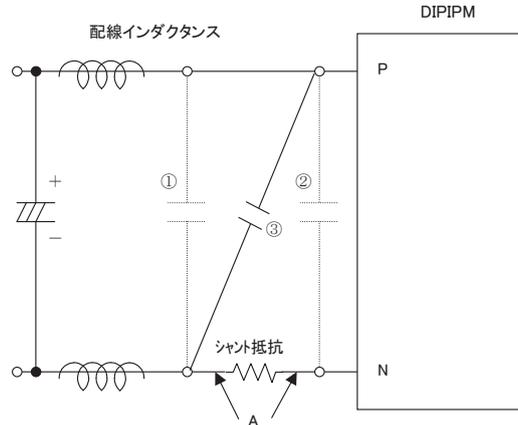

図 4-15: スナバ接続回路
図4-15に示しますようにスナバコンデンサの挿入位置として①と②があります。サージ電圧を最大限に除去する為にはスナバコンデンサを②の位置に設置する必要がありますが、シャント抵抗にはスナバコンデンサを通して充放電電流(配線インダクタンスとスナバコンデンサの共振電流)が流れます。配線インダクタンスが大きい場合、この充放電電流で短絡保護回路が動作する場合がありますので注意が必要です。